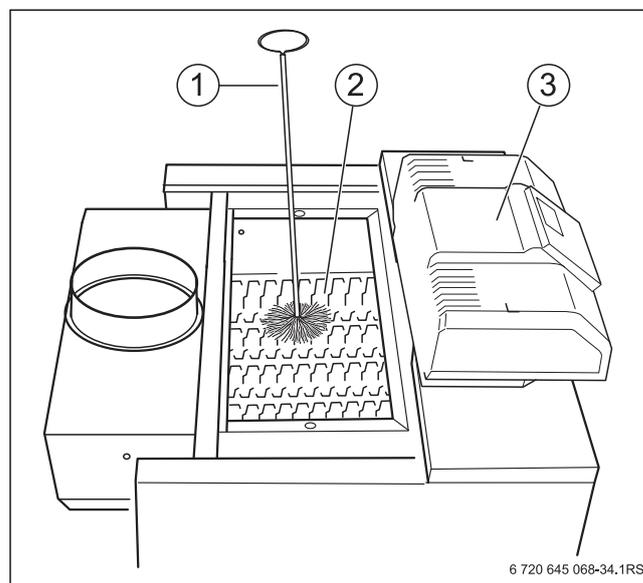

Рис. 48 Чистка газоотводящих каналов
- ▶ Снимите крышку люка для чистки с коллектора дымовых газов (→ рис. 48 [2], стр. 37).